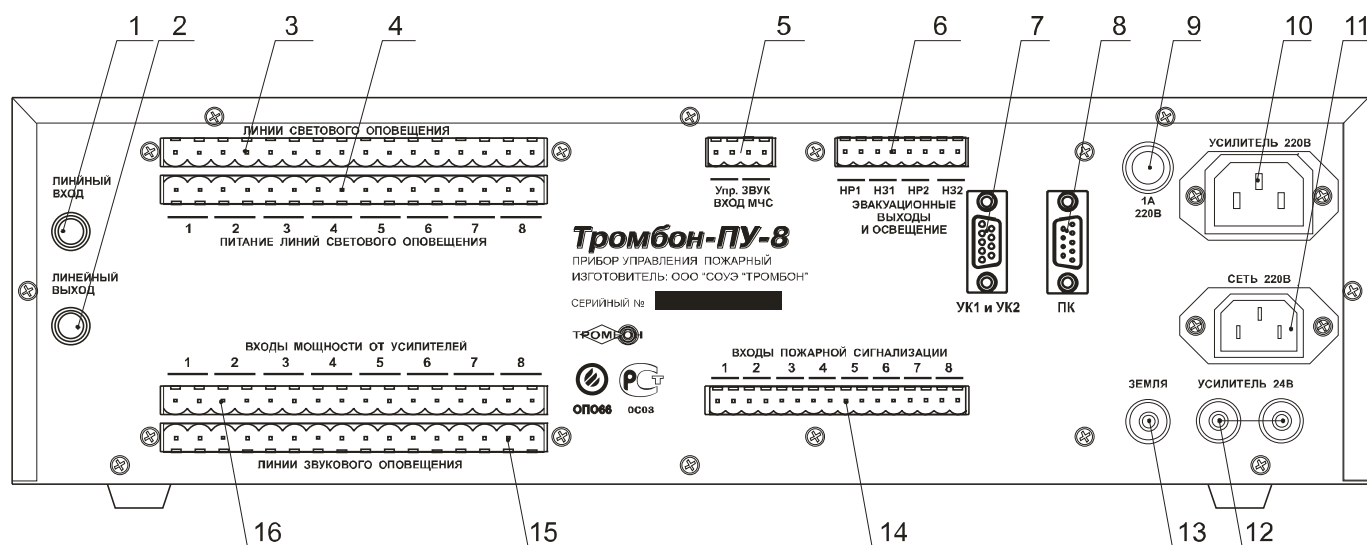

Рис. 2. Прибор управления пожарный, вид со стороны задней панели.
3.10.1. «Входы пожарной сигнализации» (рис. 2, поз. 14).
3.10.2. «Вход МЧС» (рис. 2, поз. 5).
3.10.3. Вход удаленных консолей «УК1 и УК2» (рис. 2, поз. 7).
3.10.4. Вход «ПК» (рис. 2, поз. 8).
3.10.5. «Линейный вход» (рис. 2, поз. 1).
3.10.6. Вход «Сеть 220В» (рис. 2, поз 11).
3.10.7. Разъем «Питание линий светового оповещения» (рис. 2, поз.4).
3.10.8. Разъем «Входы мощности от УНЧ» (рис. 2, поз.16).
3.11.1. Выход «Линии светового оповещения» (рис. 2, поз. 3).
3.11.2. Выход «Линии звукового оповещения» (рис. 2, поз. 15).
3.11.3. Разъем «Эвакуационные выходы и освещение» (рис. 2, поз. 6).
3.11.4. Разъем «Усилитель 220В» (рис. 2, поз. 11).
3.11.5. Клеммы «Усилитель 24В» (рис. 2, поз. 12).
3.11.6. «Линейный выход» (рис. 2, поз. 2).